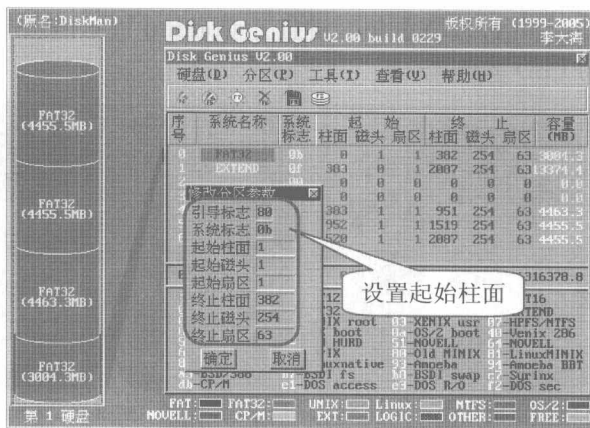

图 8-19 设置起始柱面
步骤② 选择 C 盘, 单击“工具”|“参数修改”命令, 在弹出的“修改分区参数”对话框中设置起始柱面为 1, 如图 8-19 所示。